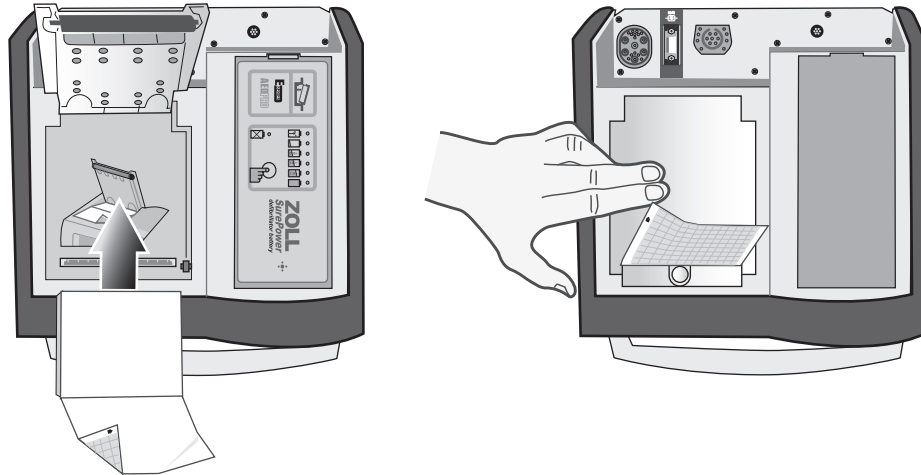

Abbildung 13-6. Einlegen des Papiers und Schließen der Druckerklappe
4. Legen Sie das Papier wieder ein, und schließen Sie die Klappe (siehe Abbildung 13-6).